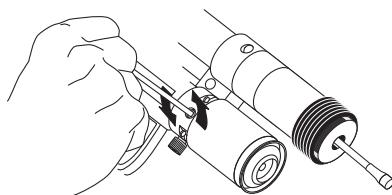

Fig. 5
2. Allentare il tappo di sfogo dello sfiato aria con la chiave a brugola (3 mm) in dotazione come illustrato nella Fig. 5.